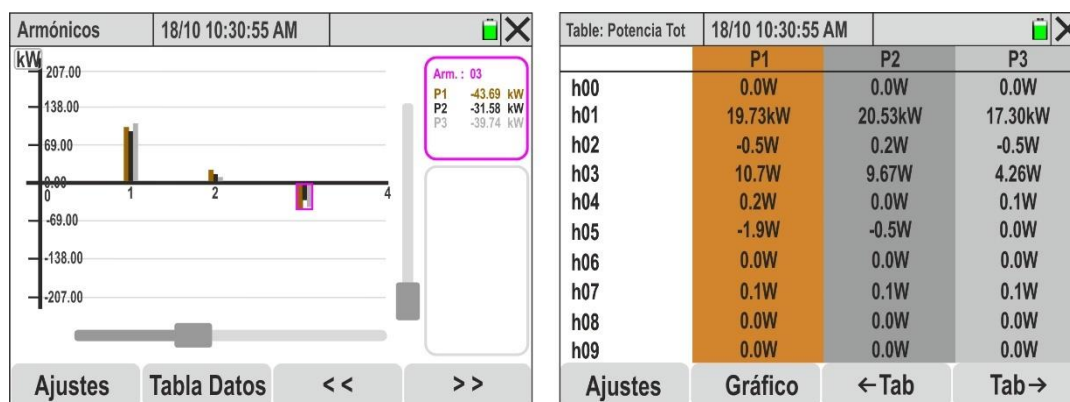

Fig. 59: Análisis armónico de las potencias activas
21. Con la selección de las 3 potencias activas los gráficos de histograma de las magnitudes P1, P2 y P3 se muestran en la Fig. 59 – parte izquierda
23. Toque la tecla “**Tabla Datos**” para pasar a la visualización numérica. La pantalla de Fig. 59 - parte derecha se muestra en el visualizador. Los parámetros “ h_{xx} ” indican la amplitud del armónico de potencia xx, para cada canal seleccionado